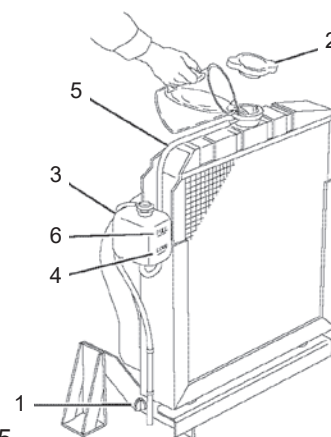
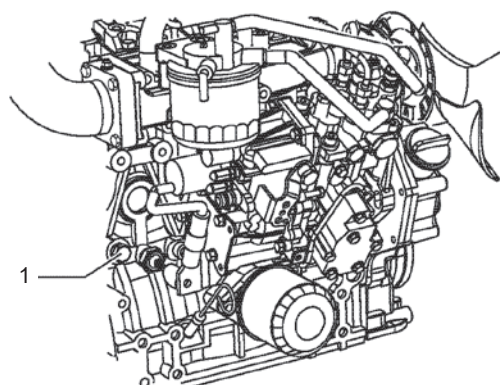
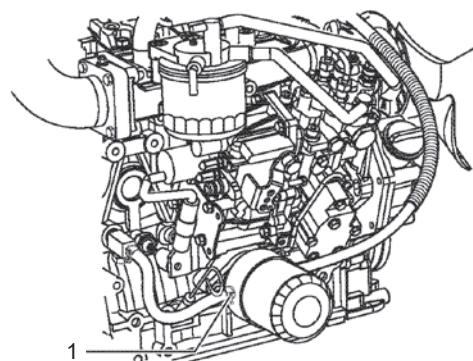

Рис.25
Рис.26
Рис.27
1. Убедитесь, что сливная пробка радиатора установлена и затянута, а сливной кран (1, Рис. 25) закрыт. Также убедитесь, что пробка слива охлаждающей жидкости (1, Рис. 26) в блоке цилиндров закрыта, а шланги охлаждающей жидкости (1, Рис. 27) установлены на масляном радиаторе.
2. Снимите крышку радиатора (2, Рис. 25), повернув ее против часовой стрелки примерно на 1/3 оборота.
4. Установите на место крышку радиатора (2, Рис. 25). Совместите выступы на задней стороне крышки радиатора с выемками на заливном отверстии для охлаждающей жидкости двигателя. Нажмите и поверните крышку по часовой стрелке примерно на 1/3 оборота.
5. Снимите крышку резервного бачка (3, Рис. 25) и заполните его охлаждающей жидкостью двигателя до отметки LOW (COLD) (4, Рис. 25). Установите крышку на место.
6. Проверьте шланг (5, Рис. 25), соединяющий резервный бачок (3, Рис. 25) с радиатором. Убедитесь, что он надежно подсоединен и на нем нет трещин и повреждений. Если шланг поврежден, охлаждающая жидкость двигателя будет вытекать, а не попадать в резервный бачок.
7. Дайте двигателю поработать, пока он не достигнет рабочей температуры. Проверьте уровень охлаждающей жидкости двигателя в резервном бачке. Когда двигатель работает и охлаждающая жидкость имеет нормальную температуру, уровень охлаждающей жидкости в резервном бачке должен быть на отметке FULL (HOT) или около нее (6, Рис. 25). Если охлаждающая жидкость не находится на отметке FULL (HOT), долейте охлаждающую жидкость в резервный бачок, чтобы довести уровень охлаждающей жидкости до отметки FULL (HOT).
1. Проверьте уровень охлаждающей жидкости двигателя в резервном бачке. При холодном двигателе уровень охлаждающей жидкости в бачке должен находиться на отметке LOW (COLD) (4, Рис. 25) на резервном бачке охлаждающей жидкости или немного выше нее.
2. Если уровень охлаждающей жидкости находится на отметке FULL (HOT) (6, Рис. 25) при холодном двигателе, охлаждающая жидкость расширится, когда станет горячей, и, возможно, выльется из переливного шланга. При необходимости долейте охлаждающую жидкость двигателя в резервный бачок.